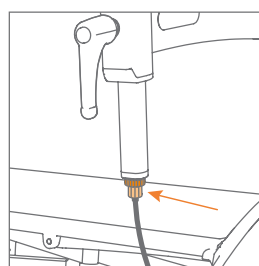

Abbildung 77: Bremseneinstellung über die Einstellschraube, direkt unter dem Sperring.
- b. Lösen Sie zunächst den Sperring (ziehen Sie das Kabel nach unten, um es zu erleichtern). Dadurch haben Sie Platz, um die Schraube darunter einzustellen (**Abbildung 77**).